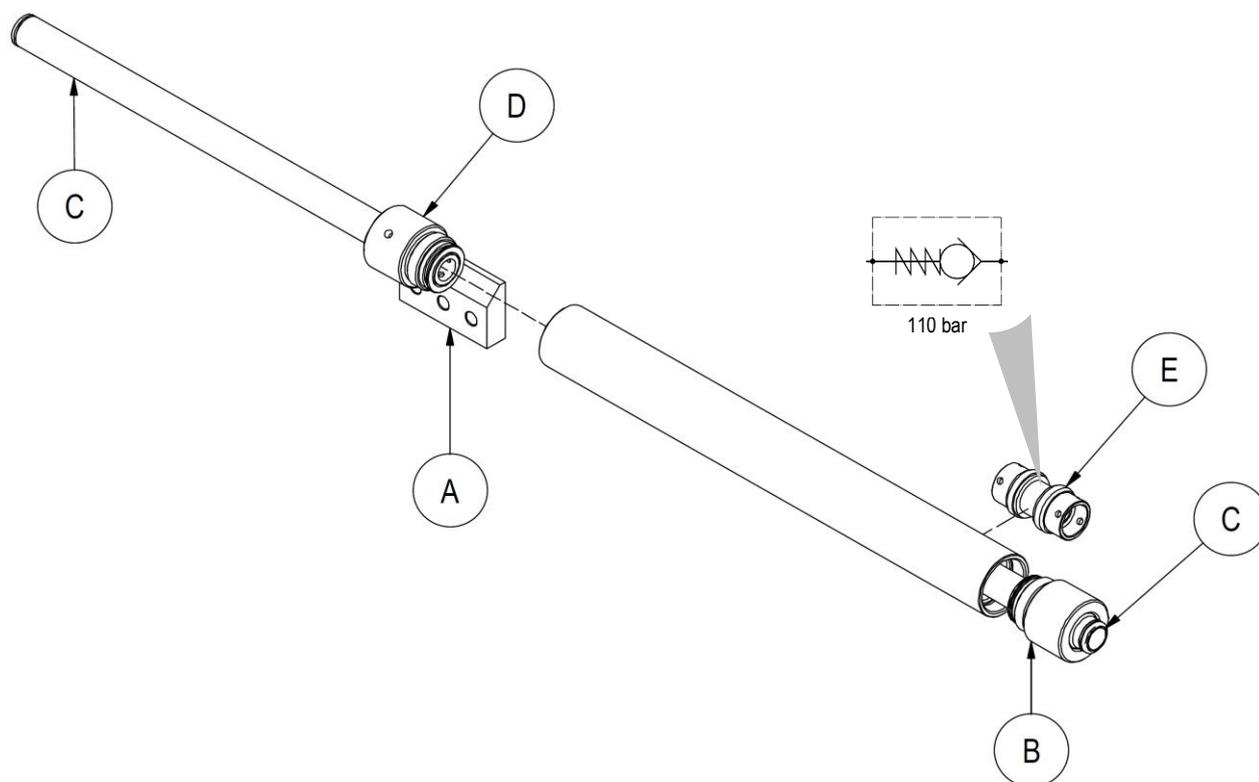

Figure 29
1. Bloquer dans un étau la plaque **A** (voir *Figure 29*).
2. À l'aide d'une clé de 35-50, dévisser le bouchon **B**. Retirer le bouchon de la tige en le tirant par l'extrémité **C** (voir *Figure 29*).
3. Serrer le vérin dans un étau à mâchoires souples (en veillant à ne pas déformer la chemise) et, à l'aide d'une clé de 35-50, dévisser le bouchon **D**. En cas de difficulté, utiliser un maillet en caoutchouc sur la plaque **A** (voir *Figure 29*).
4. Pour retirer la valve interne **E** utiliser une simple tige pour la pousser vers l'extérieur. Veiller à respecter le sens de la valve pour le remontage ultérieur (voir *Figure 29*).
Lors du remplacement des joints internes des bouchons (joint de tige et bague racleur), faire attention de ne pas endommager le siège d'insertion. Utiliser un tournevis à tête plate, en travaillant de l'extérieur (près de l'extrémité C, voir Figure 29).
1. Se référer à la *Figure 29*.